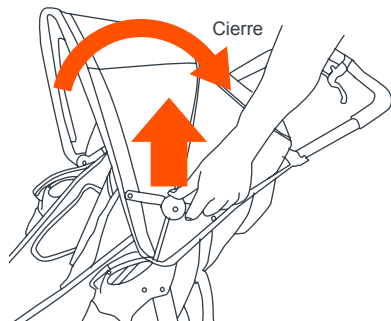

Fig. 9
- 9) • **Para plegar la cubierta:** tire hacia arriba de los tensores y luego tire hacia atrás del borde delantero (Fig. 9).